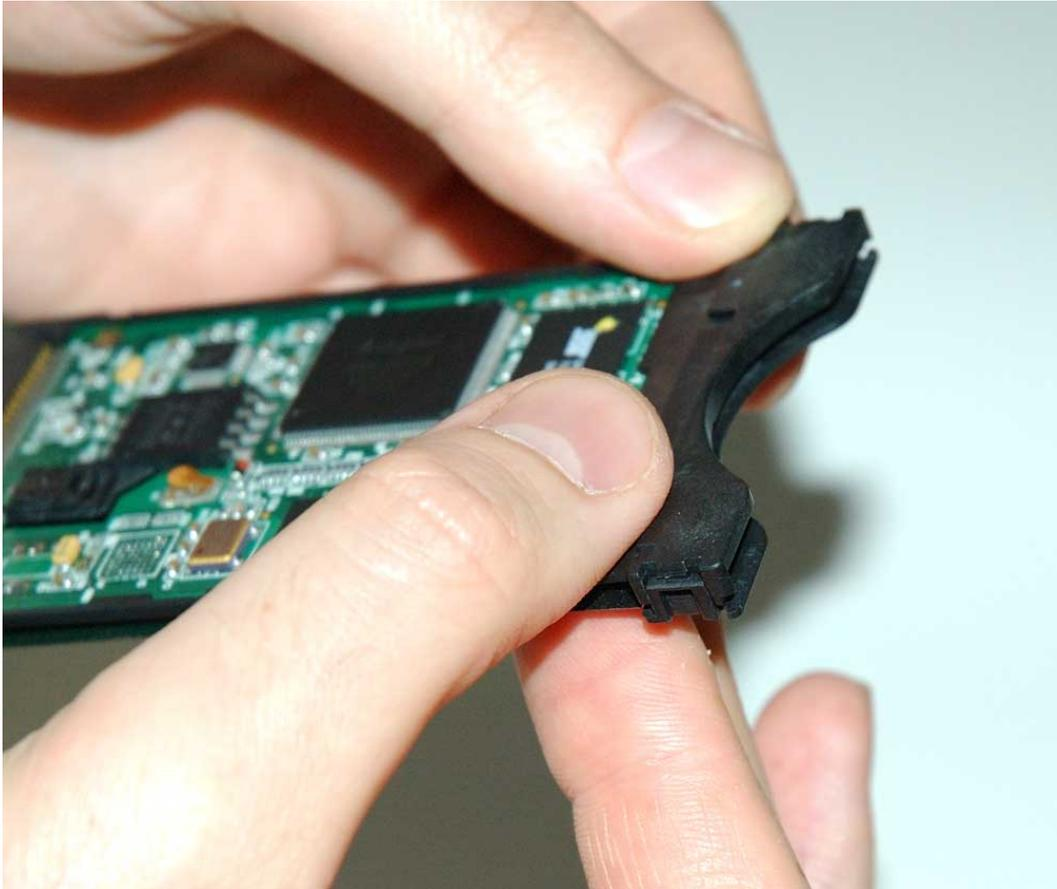

Fig. 37
- Stellen Sie den Cam mit dem Plastikrahmen auf dem metallenen Element (Fig. 37):